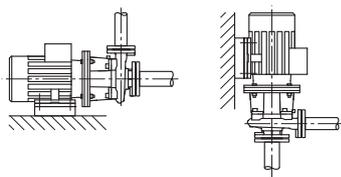

Fig. 41: Utförande BL
- Blockpumpar i serien BL ska ställas upp på fundament eller konsoler (Fig. 41). På pumpar av typen BL måste motorn stöttas fr.o.m. en motoreffekt på 18,5 kW, se monteringsexempel BL (Fig. 42).